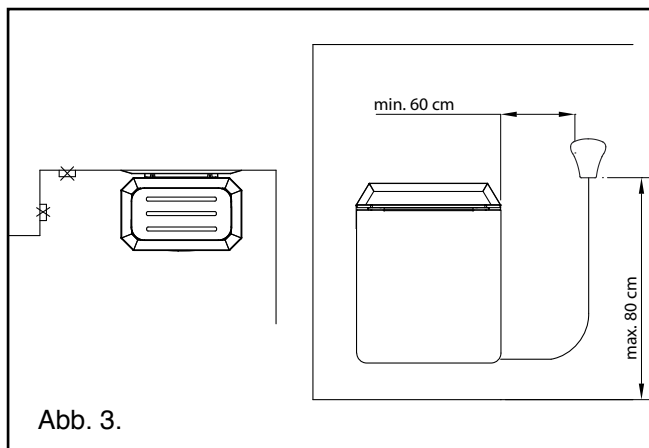

Abb. 3.
- In der Sauna sind die maximale Anbringungshöhe der Steuereinheit 80 cm und der Mindestabstand zum Saunaaofen 60 cm (siehe Abb. 3).